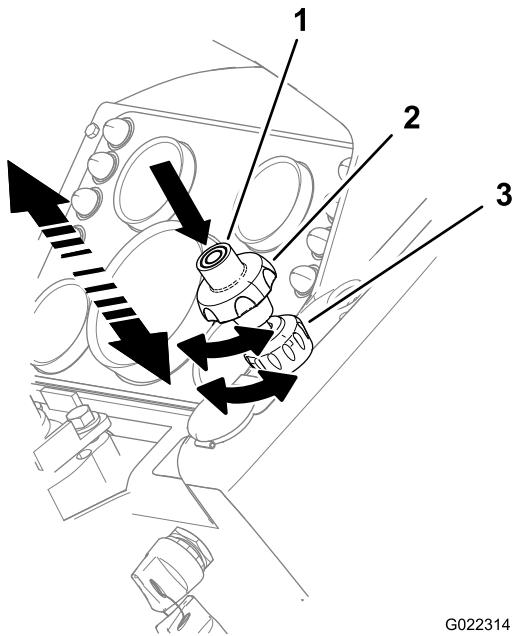

Figure 24
- Pour **augmenter** le régime moteur, appuyez sur le bouton d'accélérateur central tout en **tirant** sur l'accélérateur (Figure 24).